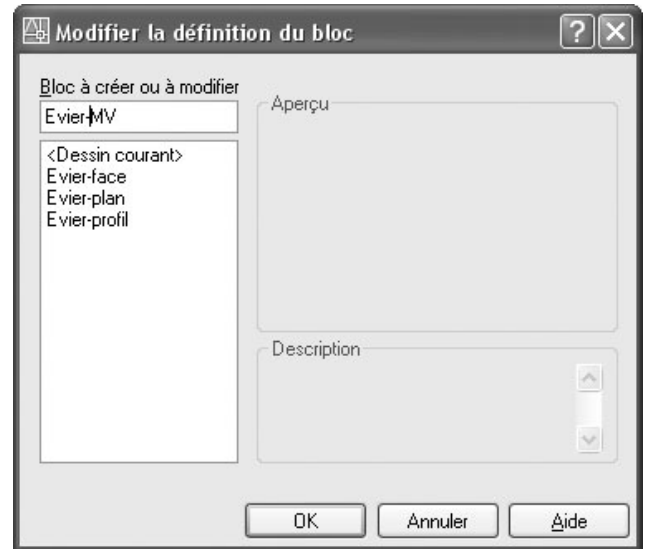

Fig.7.36
- 3 Dans le champ **Bloc à créer ou à modifier** (Block to create or edit) entrer Evier-MV et cliquer sur **OK** (fig.7.36).